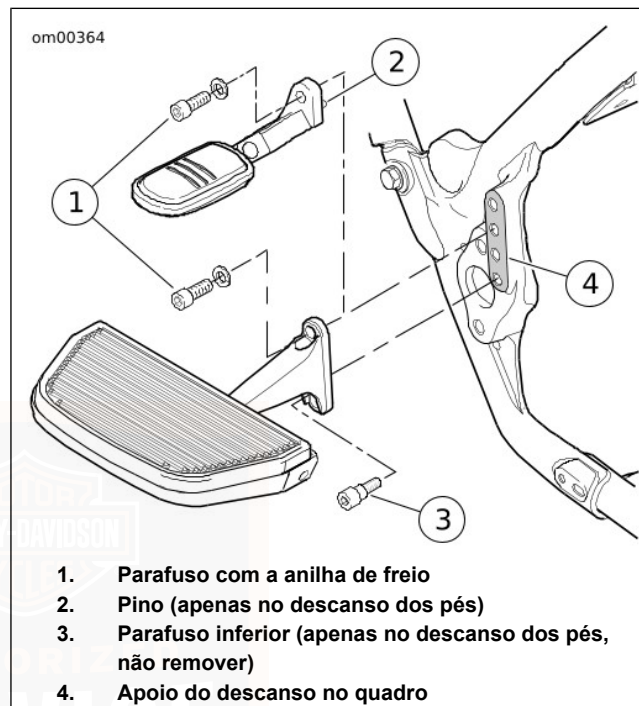

Figura 26. Descanso dos pés do passageiro (típico)
1. Ver a Figura 26. Retirar o parafuso fêmea com anilha de freio da parte de cima do descanso dos pés/suporte do descanso dos pés. Não retirar o parafuso inferior dos descansos dos pés.